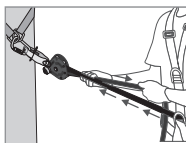
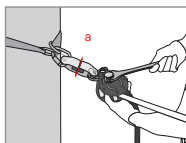

Fig. 3
Fig. 4
Após a instalação da corda de salvamento, a tensão deve ser pré-regulada, puxando manualmente a corda (lado do nó de extremidade – Fig. 3). Automaticamente, o came (8) e a alavanca do came (4) devem entrar em contacto com as cordas. Baixe a alavanca do came (4) e, com recurso a uma chave adaptada, aplique tensão sobre o eixo de regulação da tensão (1) até que a anilha do indicador de tensão (a) colocada no indicador de tensão (2) rode facilmente (Fig. 4). Se rodar facilmente, NÃO APERTE MAIS! Tal corresponderá a uma pré-tensão da corda de cerca de 0.5 kN. Durante a utilização, verifique regularmente a tensão (rotação da anilha do indicador de tensão) e ajuste conforme necessário, de acordo com as instruções abaixo.